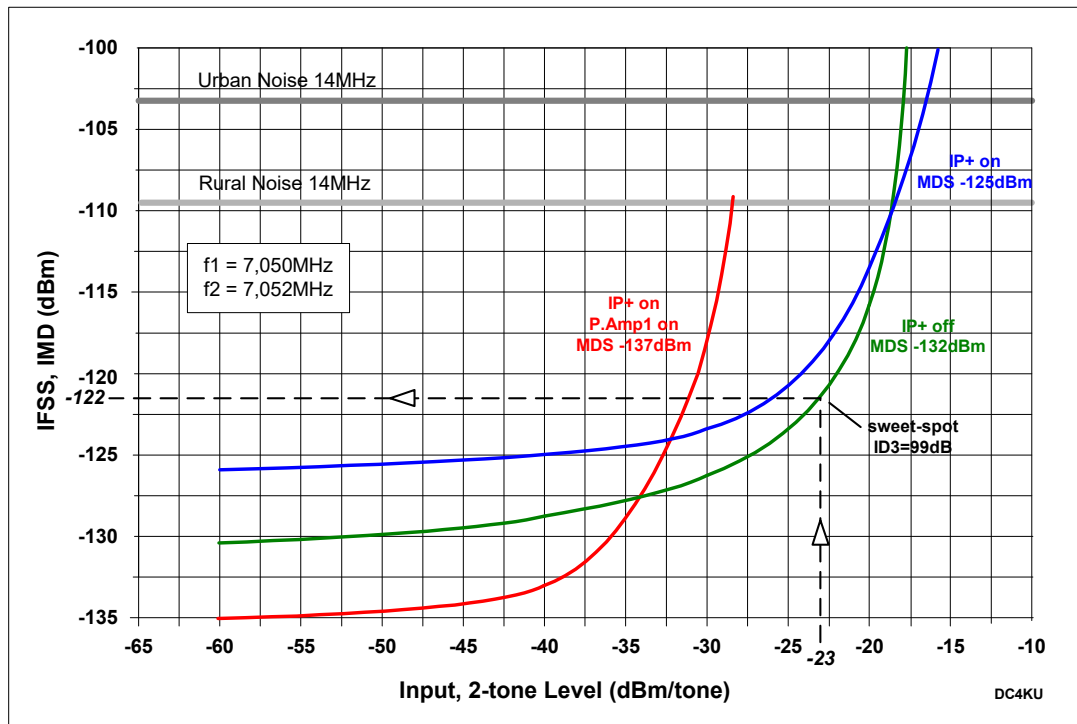

**Bild 6: Testaufbau für IND3-Messung**
Zur Bestimmung der IMD3-Festigkeit, verwendet man standardmäßig ein HF 2-Ton Signal (**Bild 6**) (2). Zwei gleich große HF-Signale, die in geringem Frequenzabstand zueinander stehen ( $f_1=7,050\text{MHz}$ ,  $f_2 = 7,052\text{MHz}$ ), werden auf den HF-Eingang des Empfängers gegeben und deren Pegel so weit erhöht, bis die unerwünschten  $IM_3$ -Störungen bei  $2xf_1-f_2$  und  $2xf_2-f_1$  gleich groß sind wie das Empfänger-Grundrauschen ( $S+N$ )/ $N=2$ , also genau 3dB über dem Grundrauschen liegen. Die Differenz zwischen Eingangspegel ( $P_i$ ) und Grundrauschen (MDS) ergibt dann den IMD-freien Dynamikumfang (ID3) des Empfängers. Diesen Wert bezeichnet man auch als IFSS (Interference Free Signal Strength).